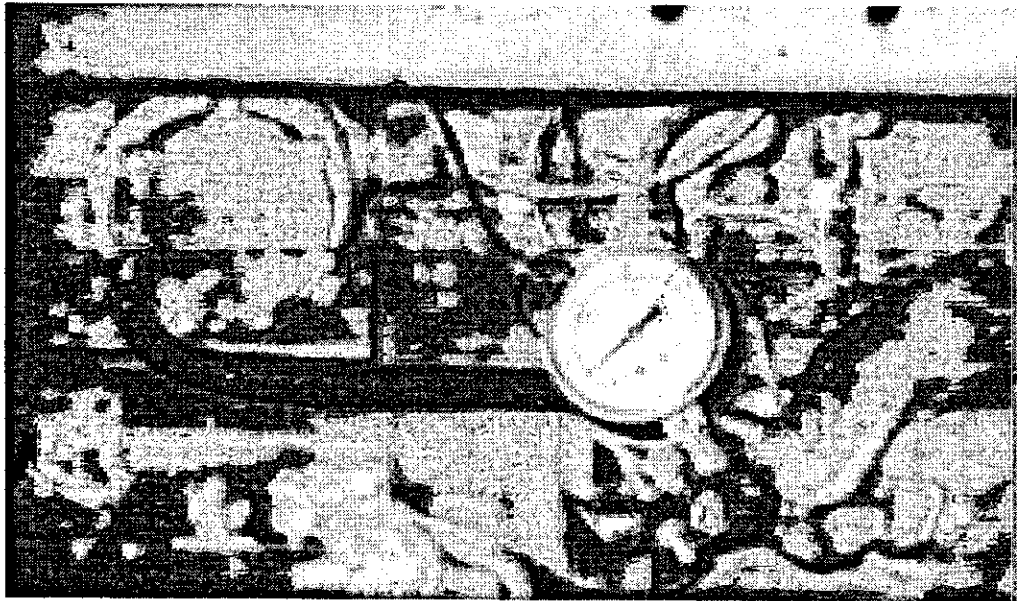

Figure 4 : Vérification de la pression du régulateur vaporisateur
- Vérifier la pression du régulateur vaporisateur à l'aide d'un cadran (figure 4), afin de s'assurer qu'elle n'excède pas la pression maximale spécifiée par le fabricant.